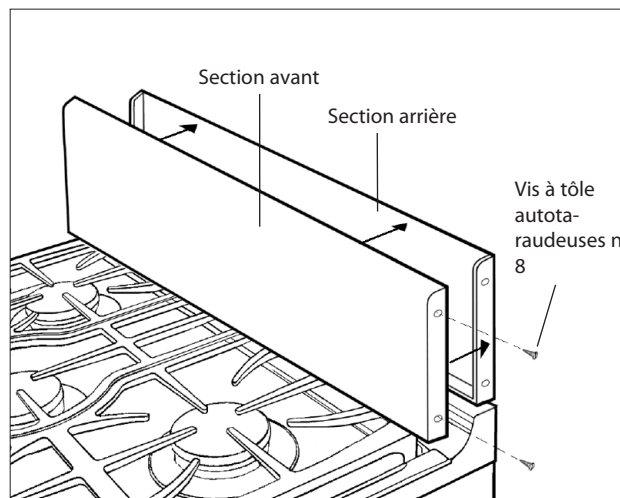

Fig.02
3. Fixez la section avant du dossier à la section arrière à l'aide des vis à tôle autotaraudeuses n° 8 fournies (fig. 02).